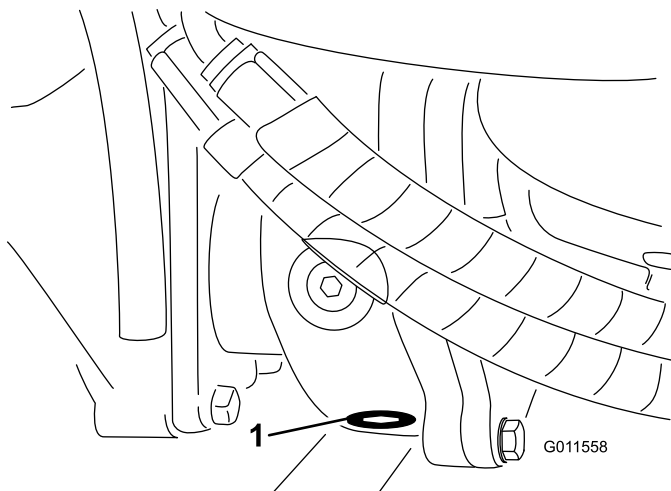

Figure 61
5. Nettoyez la surface autour du bouchon de vidange au bas du boîtier d'engrenages (Figure 61).